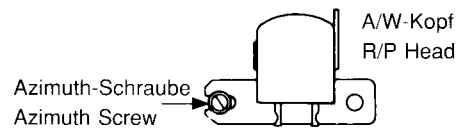

Fig.10
- c) Mit der Azimuth-Schraube (Fig.10) am A/W-Kopf die Ausgangsspannung beider Kanäle auf Maximum einstellen.
- c) Use azimuth screw (Fig.10) to adjust, at the tape head, the output voltage of both channels to max.